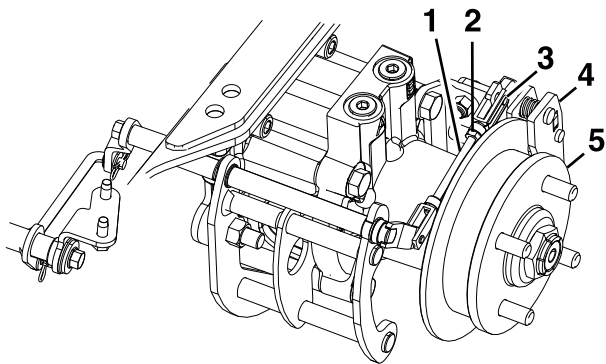

Figura 85
8. Retire el pasador de muelle del acoplamiento trasero y de la pinza (Figura 85).
12. Apriete la tuerca autoblocante en el acoplamiento trasero (Figura 85).